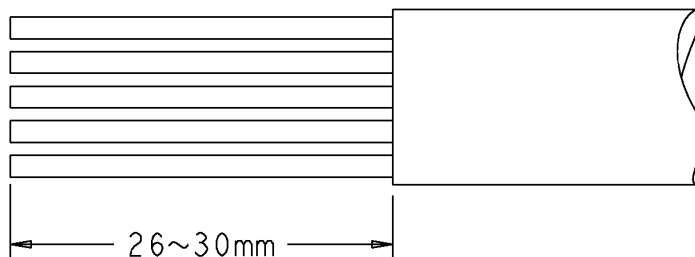

Fig. 2
2) ケーブルジャケットを Fig.2 に示す標準的な寸法を参考に、被覆剥きする。芯線に傷をつけない様に注意する事。傷がつく、または一部が切断した場合はやり直す。
2) Strip the cable jacket in accordance with Fig. 2. Do not cut or damage the wires/cable. Cut cable end and retry if the cable or wires are cut off or damaged.